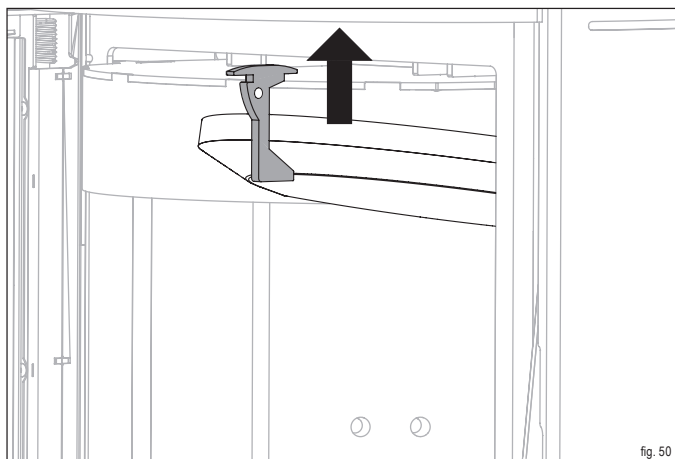

fig. 50
- ▶ Spingere in alto il supporto della pietra termica (fig. 50).